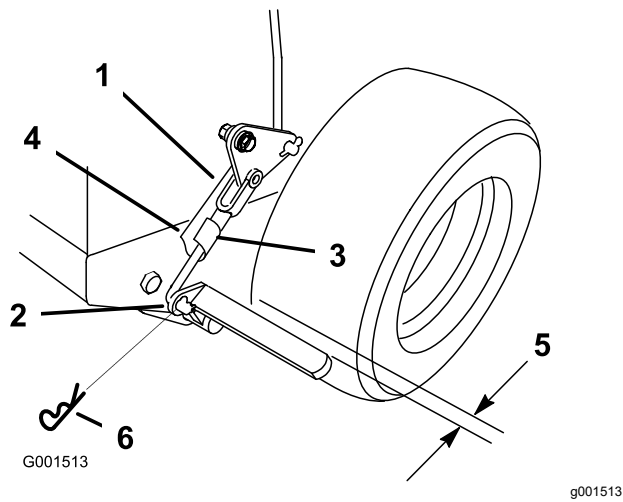

Figura 41
3. Retire la chaveta del acoplamiento inferior del freno (Figura 41).
4. Gire la horquilla del acoplamiento de freno inferior en sentido horario (enroscar) para apretar el freno de estacionamiento; gire la horquilla del acoplamiento del freno en sentido antihorario (desenroscar) para aflojar el freno de estacionamiento (Figura 41).
5. Sujete el acoplamiento inferior a la palanca de freno inferior con la chaveta y el pasador (Figura 41).